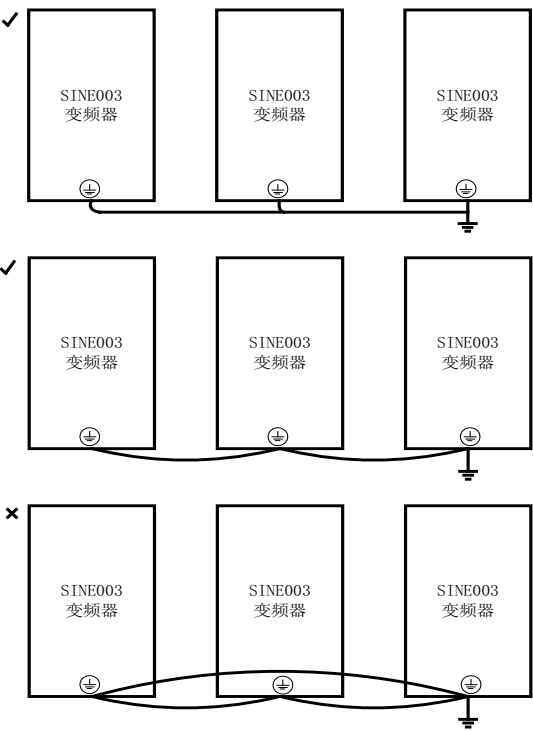

图 3-11 接地线连接方法
- ① 接地端子 \oplus ，请务必接地。
- ② 接地线切勿与焊接机或动力设备共用。
- ③ 接地线请按电气设备技术标准所规定的导线线径规格，并与接地点尽可能短。
- ④ 同时使用两台以上变频器的场合，请勿将接地线形成回路。正确接地方法与错误接地方法如图 3-11 所示。